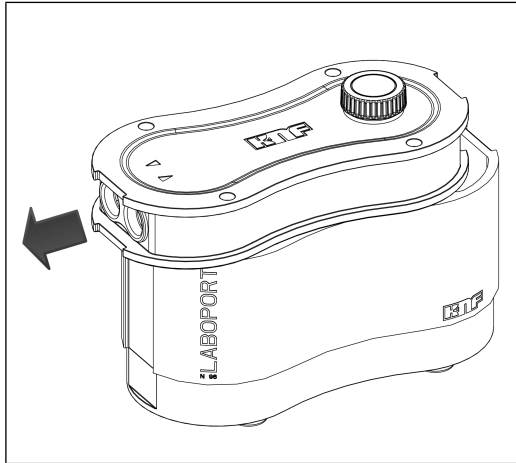

Abb.8: Gehäusedeckel über Gasanschlüsse schieben (Pumpe öffnen)
2. Schieben Sie den Gehäusedeckel (2) über die Gasanschlüsse (siehe Abb. 8).